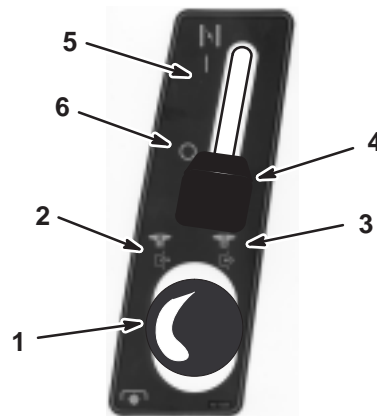
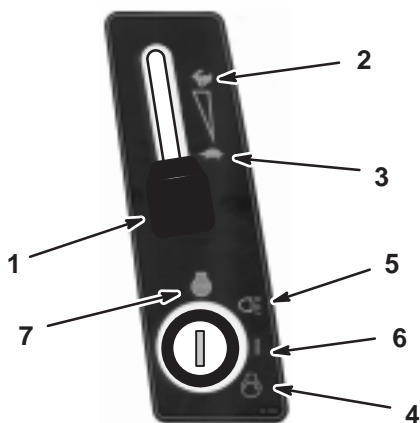

Figure 10
Figure 11
4. Désengagez la commande des lames (PdF) (voir la Figure 10).
5. Si le moteur est froid, placez la commande de starter en position En service (Fig. 10).
6. Réglez la manette d'accélérateur en position de ralenti (Fig. 11).
7. Tournez la clé de contact dans le sens des aiguilles d'une montre et maintenez-la en position de Démarrage (Fig. 11). Relâchez la clé quand le moteur démarre.
8. Lorsque le moteur a démarré, amenez progressivement la manette de starter en position Hors service (Fig. 10) et la manette d'accélérateur en position Régime maximum (Fig. 11).
1. Placez la manette d'accélérateur en position de Ralenti (Fig. 11).
2. Tournez la clé de contact en position Contact coupé (Fig. 11).